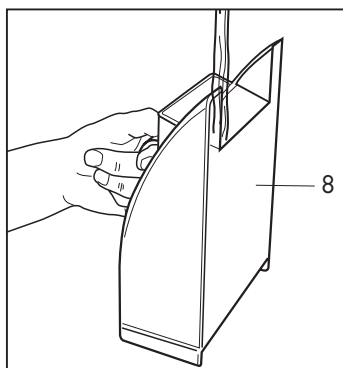

Fig. 2
- Riempire il serbatoio con acqua fresca per un massimo di 1 l. **(Fig.2)**